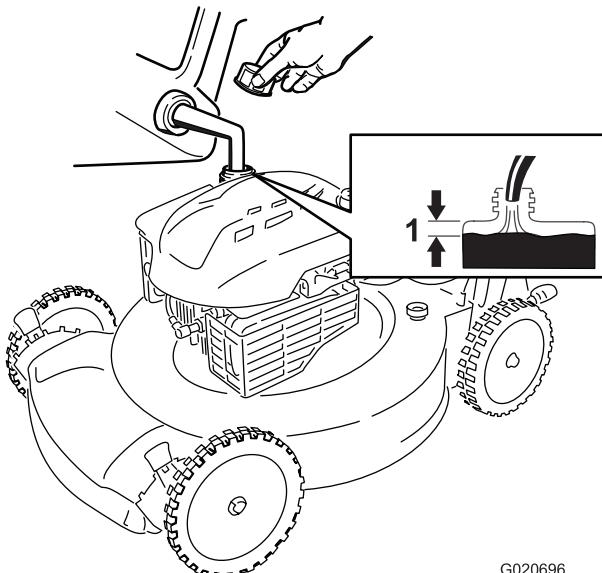

Figure 9
- Nettoyez la surface autour du bouchon du réservoir de carburant et enlevez le bouchon (Figure 9).